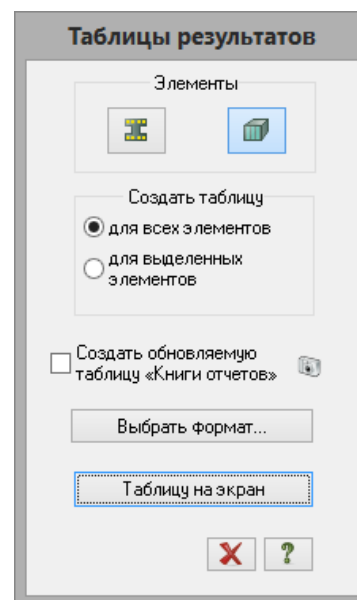

Рис.4.35. Диалоговое окно **Таблицы результатов**
- Вызовите диалоговое окно **Таблицы результатов** (рис.4.35),